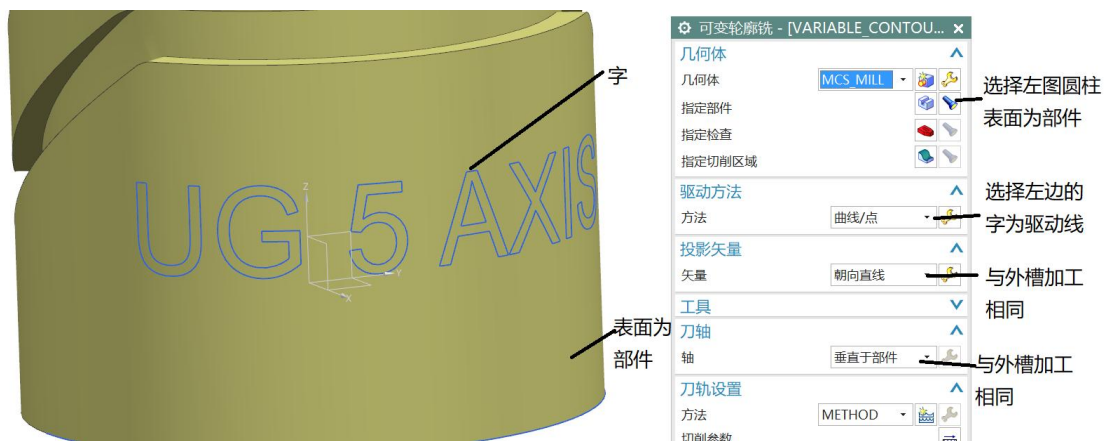

图 1-41 刻字参数设置
(4) 周围刻字编程，辅助外槽精加工刀路。修改参数如图 1-41 所示。